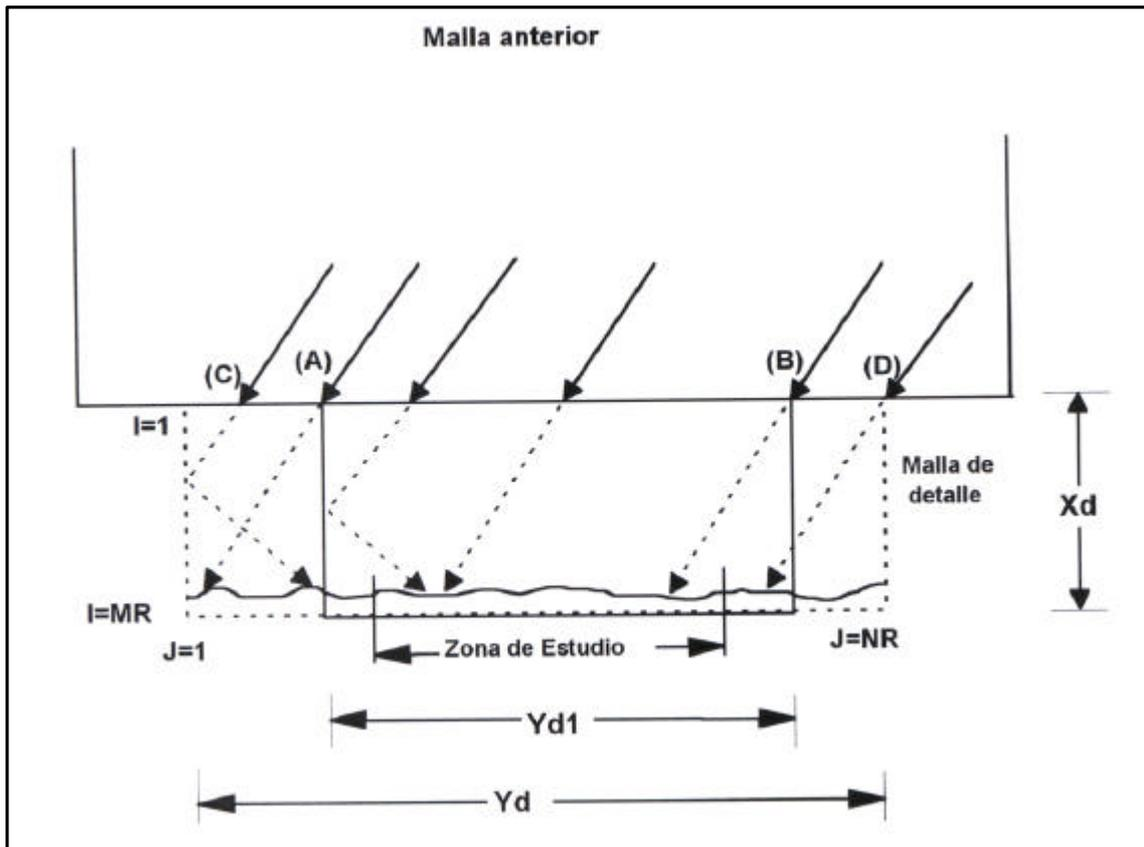

Figura 6.3. Límites laterales de la malla de detalle
- DXR_d = Es la distancia en metros entre filas en la dirección del eje x . Se define teniendo en cuenta el menor valor entre: (1) La escala de variaciones espaciales de la batimetría 0(10), 0(100)... y/o elementos de interés como diques u otros que se quieren incluir en el estudio, y (2) si el modelo de propagación de oleaje interactúa con otros modelos, como es el caso de un modelo de corrientes en la zona de rompiente. El modelo de corrientes puede restringir el tamaño de la malla de acuerdo a criterios de estabilidad numérica.
- Y_d = Longitud en metros de la malla en el eje y . La selección de esta longitud es de especial cuidado, dado que en $J = 1$ y $J = NR$, se definen las condiciones de contorno laterales tanto para el modelo de propagación de ondas, como el de corrientes (consultar la sección 3.6 de los dos manuales de referencia, Oluca-MC, Oluca-SP y el manual de referencia del Copla-(MC/SP)). En la (figura 6.3) se muestran dos mallas de detalle donde están definidas la distancia X_d y dos anchuras Y_d . El caso de la malla definida entre (A) y (B) con anchura Y_{d1} y el oleaje incidente que se muestra en la figura, presenta dos efectos de contorno no deseados en la zona de estudio: (1) No tiene en cuenta la energía incidente entre (B) y (D) que afecta la zona de estudio, por lo tanto, es necesario ampliar el límite hasta (D) y (2) el contorno en (A) aunque es abierto, genera alguna influencia o pequeñas reflexiones, dado que las condiciones de contorno no son perfectas; por tanto, es necesario alejar el contorno hasta que la zona de estudio se encuentre lejos de su influencia, en (C).